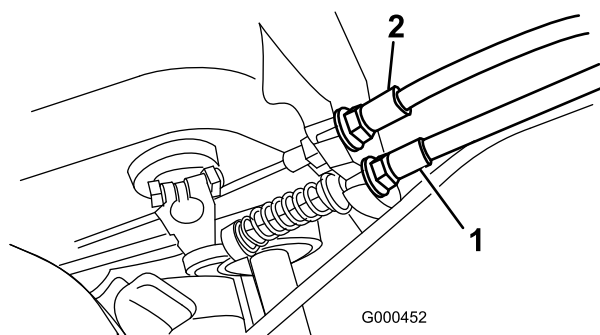

Bild 45
2. Wenn Sie die Zugspannung erhöhen möchten, lösen Sie die Klemmmutter des vorderen Zugs und ziehen Sie die Klemmmutter des hinteren Zugs an (Bild 45), bis eine Kraft von 5,4 bis 7,3 kg benötigt wird, um den Fahrtrieb zu aktivieren.